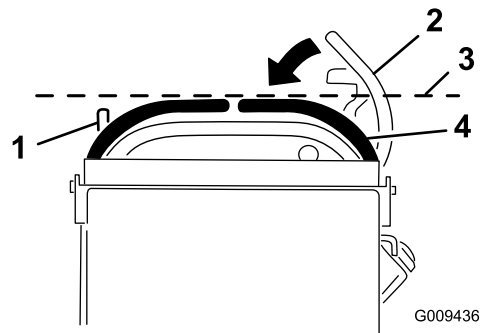

Figura 42
2. Empuje las palancas de control de movimiento hacia abajo para sacarlas de la posición de BLOQUEO/PUNTO MUERTO (Figura 42).
3. Compruebe si la palanca de control de movimiento derecha está alineada horizontalmente con la palanca de control de movimiento izquierda (Figura 42).